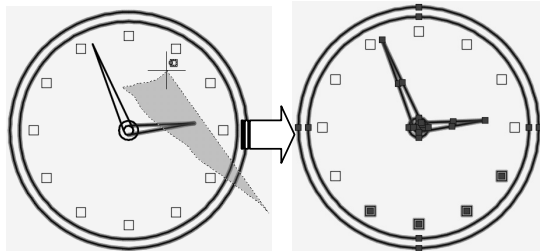

图 3-111 窗交套索选择效果
- 逆时针拖曳则为窗交套索选择方式,如图 3-111 所示。